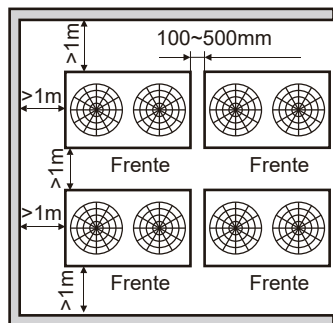

Fig. 3.10 - 2 filas
4. Si las unidades exteriores superan las barreras circundantes y se dispongan en dos filas, consulte la Fig. 3.10.